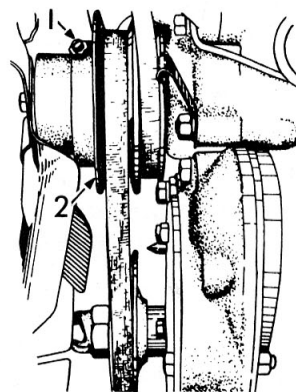

Fig. 25. — Réglage de la courroie de ventilateur
Pour régler la tension de la courroie de ventilateur: desserrez la vis(1) après avoir débloqué l'écrou, (fig. 25).